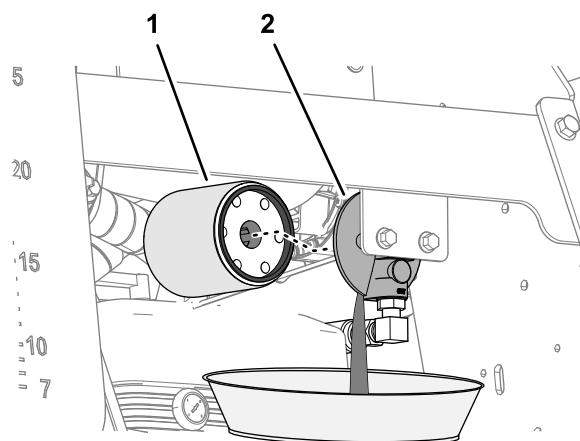

Figura 101
4. Coloque un recipiente de drenaje con capacidad para 3 L (3 cuartos US) o más debajo del filtro (Figura 101).
5. Retire el filtro y deje que se drene el fluido hidráulico (Figura 101).